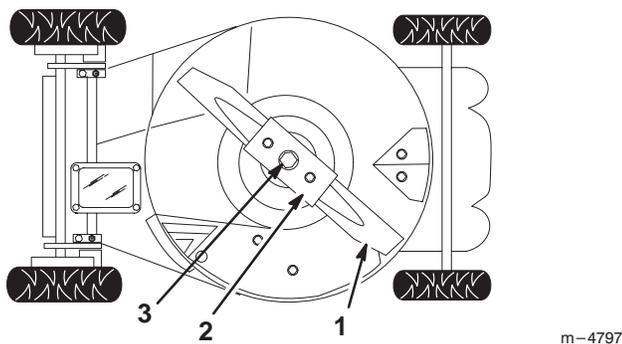

Figure 25
3. Basculer la tondeuse sur le côté **gauche** (Fig. 25).
2. Déposer le boulon de lame, la rondelle frein, la lame et le renfort de lame (Fig. 25).